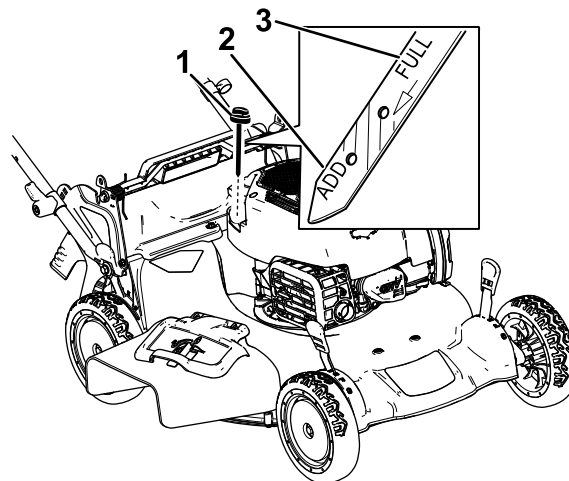

Figure 14
2. Tournez le bouchon dans le sens antihoraire et sortez la jauge (Figure 14).
5. Relevez le niveau d'huile indiqué sur la jauge (Figure 14).
- Si le niveau d'huile est trop bas, (Figure 14), versez avec précaution une petite quantité d'huile détergente SAE 30 ou SAE 10W-30
- Si le niveau d'huile est trop élevé (Figure 14), vidangez l'excédent d'huile jusqu'à obtention du niveau d'huile correct sur la jauge ; voir Vidange de l'huile moteur \(page 18\).